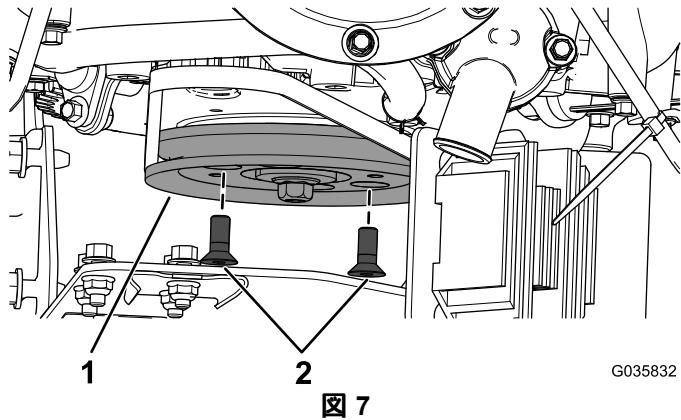

図 7
2. オルタネータ用プーリをモータに固定する六角ソケット平ヘッドねじM8 x 20mm2本で図7のように取り付ける。